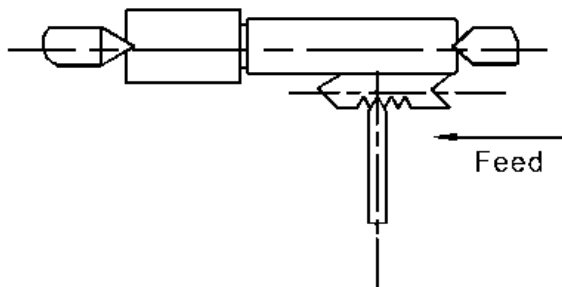

Рис.18
2. Открутите два крепежных винта (F, Рис. 18) и снимите защитную крышку.